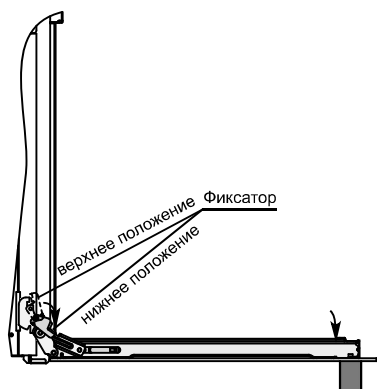

рис. 16
Для снятия дверцы нужно (см. рис. 16,17,18):
2. Повернуть фиксатор шарнира в крайнее нижнее положение см. рис. 16;